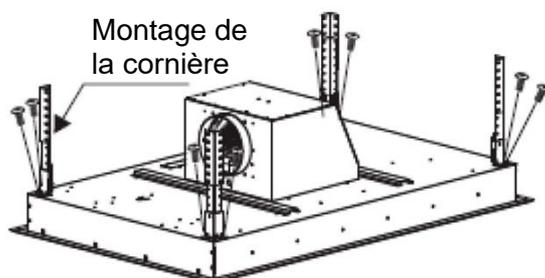
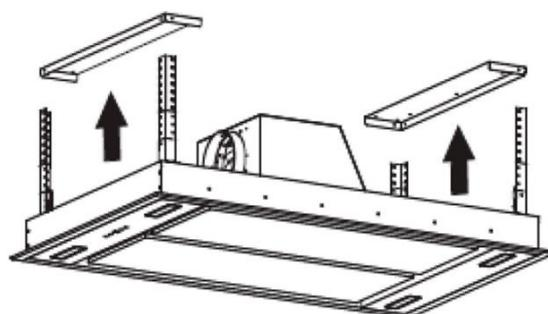

Fig. 10
Fig. 11
7. Comme le montre la fig. 10, raccordez les 4 étriers de réglage de la cornière sur le carter avec les 8 vis M4*12 mm, reportez-vous ensuite aux fig. 11/12, soulevez le carter, utilisez 8 vis M4*12 mm et les écrous M4 avec rondelle pour fixer le carter sur les 2 plaques de suspension, pendant ce temps, tirez la gaine extensible à l'extérieur. (Remarque : la gaine extensible doit être fermement fixée sur le carter.)